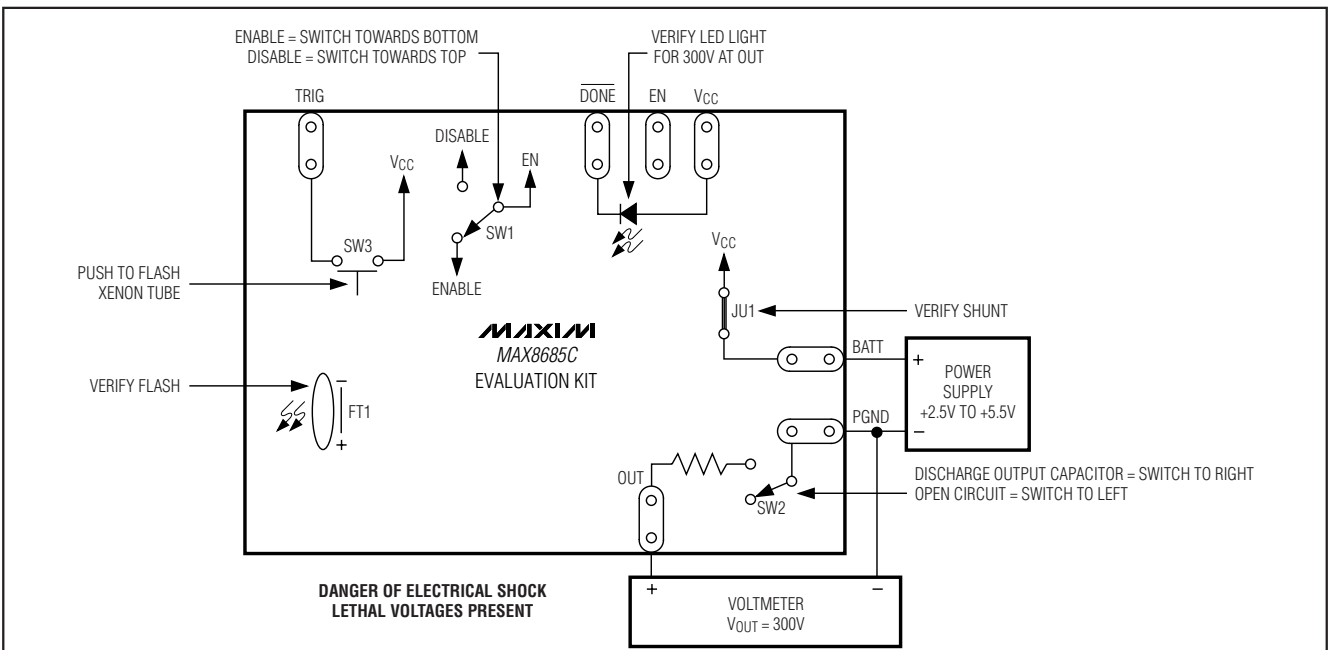

図1. MAX8685CのEVキットの試験手順構成
- 1) EVキットを接続する前に、出力コンデンサが放電していることを確認してください。出力コンデンサを放電するためには、SW2を放電位置に設定します(図1)。次に進む前に最低30秒間待ちます。
- 10) SW2をオープン位置に設定(図1)して放電抵抗を切り離します。
- 1) SW1を上への位置に設定(図1)して、ICをディセーブルにします。
- 3) SW2を放電位置に設定します(図1)。